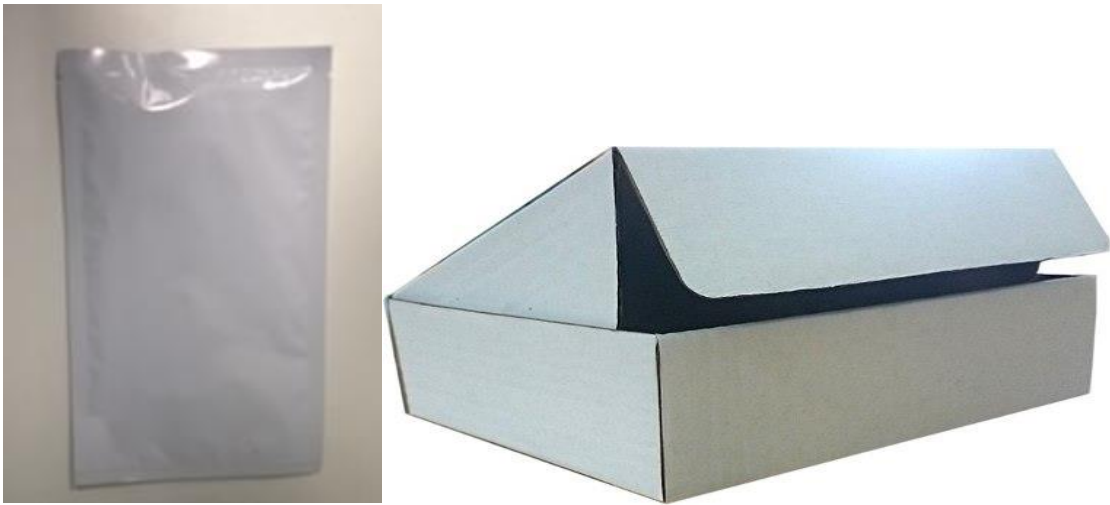

Fig. 2 – Embalagem primária e secundária do Eletrodo de retorno Taimin
O Eletrodo de retorno Taimin consiste numa placa de polietileno (PE), uma fina lâmina de alumínio coberta por uma camada hidrogel adesivo (composto à base de água). O dispositivo médico é comercializado individualmente, de forma “não estéril”, num envelope de PET-Politereftalato, um polímero plástico (embalagem primária), e posteriormente acondicionado numa caixa de papel cartonado (embalagem secundária). O produto poderá também ser comercializado em caixa com 6 (unidades). Os dois modelos de rotulagem estão sendo enviados no Anexo III-B (modelo de rotulagem). Seguem imagens gráficas da forma de apresentação do produto (Fig. 2).